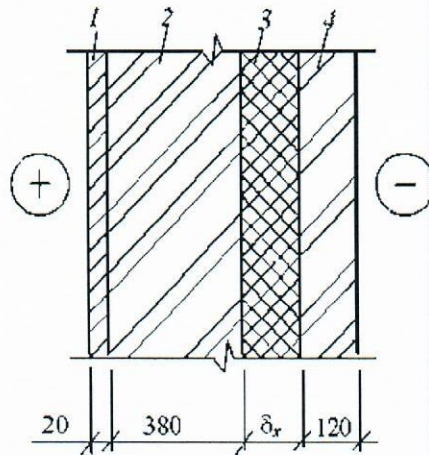

Рис. 5.1. Вариант 1-й конструкции наружной стены:
1. По последней цифре зачетной книжки (рис. 5.1–5.7, табл. 5.1) выбираются конструкции рассчитываемых ограждений. В расчетно-пояснительной записке приводятся эскизы конструкций наружной стены, чердачного перекрытия и перекрытия над неотапливаемым подвалом, указываются названия строительных материалов, из которых состоят ограждающие конструкции, толщины слоев  $\delta$ , м; плотность  $\rho$ , кг/м3; коэффициент теплопроводности (в зависимости от условий эксплуатации А или Б)  $\lambda$ , Вт/(м К).